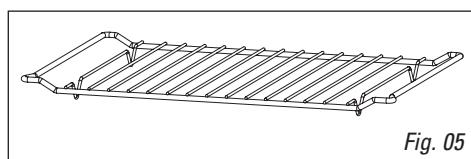

Fig. 05
- **Het rooster** (*Fig. 05*): hiermee kunt u roosten, een bruin laagje aan uw gerechten geven. Het rooster mag nooit met andere metalen schalen gebruikt worden met de microgolven, grill + microgolven of hetelucht + microgolven functies. U kunt voedingsmiddelen echter verwarmen in een aluminium bakje door een bord tussen het bakje en het rooster te plaatsen.